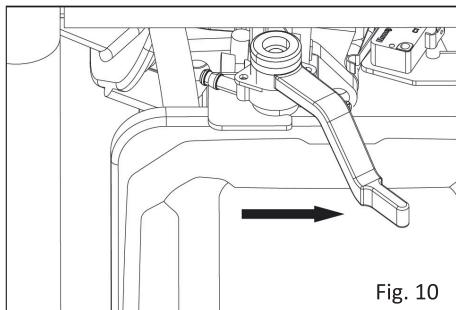

Fig. 10
- Lad motoren køre i nogle få sekunder, og flyt derefter gradvist grebet helt over på positionen Run. (Se Fig. 10).